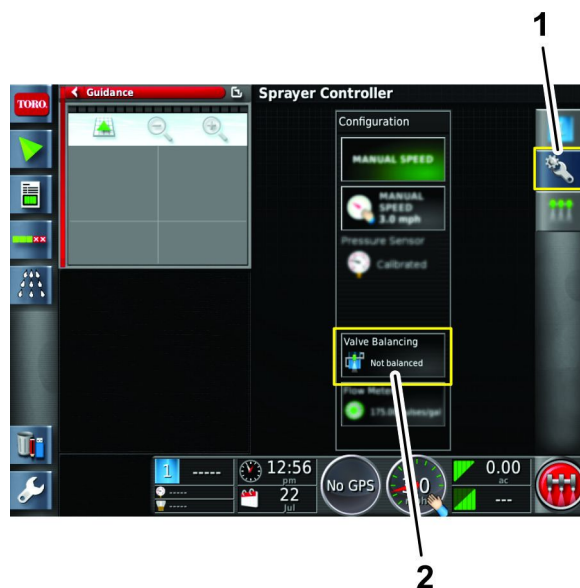

Figura 133
7. Pulse el icono de configuración y luego pulse el icono del asistente de equilibrado de válvulas (Figura 133).